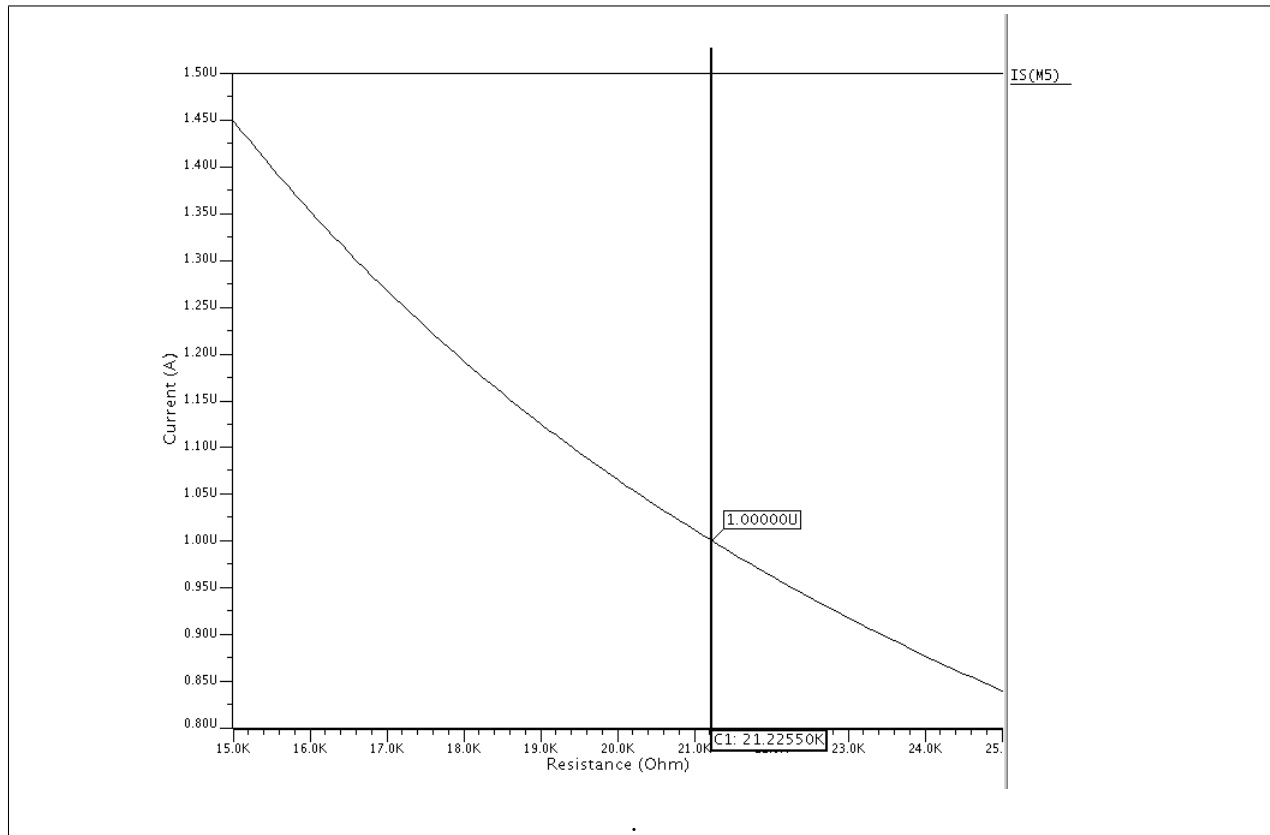

Figura 14: Gráfico de simulação para encontrar o resistor onde a corrente de saída tenha o valor nominal desejado, *Corrente (A) x Resistência(Ω)*
Para ajustar o resistor, foi usado o mesmo método que anteriormente. Foi feita uma simulação variando o valor da resistência para encontrar qual seria o melhor valor. O gráfico, na Figura 14, de *Corrente (A) x Resistência(Ω)* mostra qual o melhor valor para a resistência.